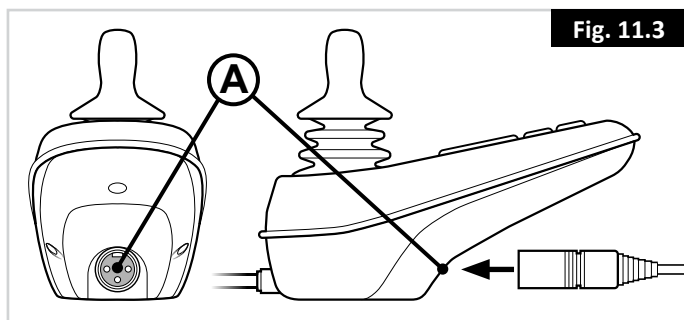

Fig. 11.3
11.10 Lade- und Programmierbuchse (Fig. 11.3 - A)